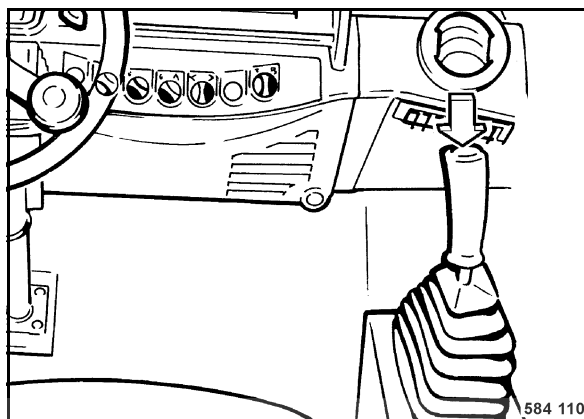

fig. 50
- Appuyer sur le bouton-poussoir (fig. 50) dans le levier de commande de la marche durant le déplacement ; le bandage est excité.